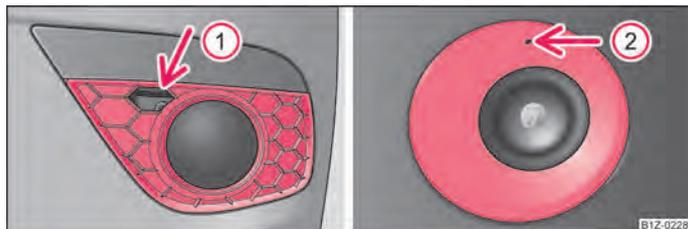

Fig. 186 Párachos da frente: Octavia RS / Octavia Scout
- Introduza um dedo na abertura ① ⇒ Fig. 186 e puxe a tampa para fora.